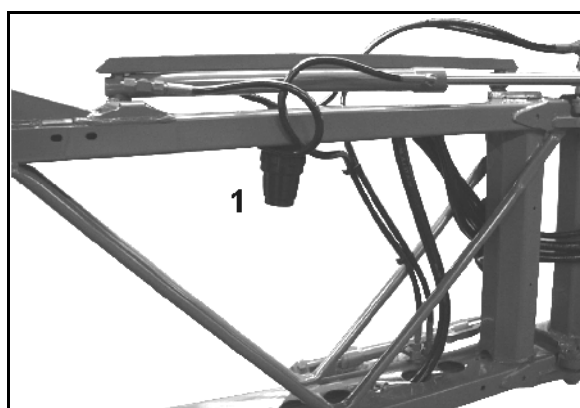

Bild 178
- Rengör ledningsfiltret (Bild 178/1) beroende på användningsförhållande var 3:e-4:e månad.